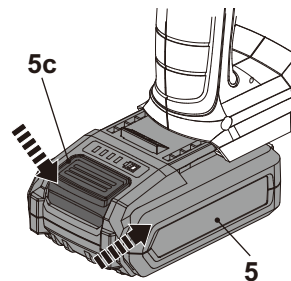

Fig. 6
- > Pressionar o botão de desengate (5c) e fazer deslizar o conjunto de baterias (5) da porta de atracagem da bateria (5) (Fig. 6).